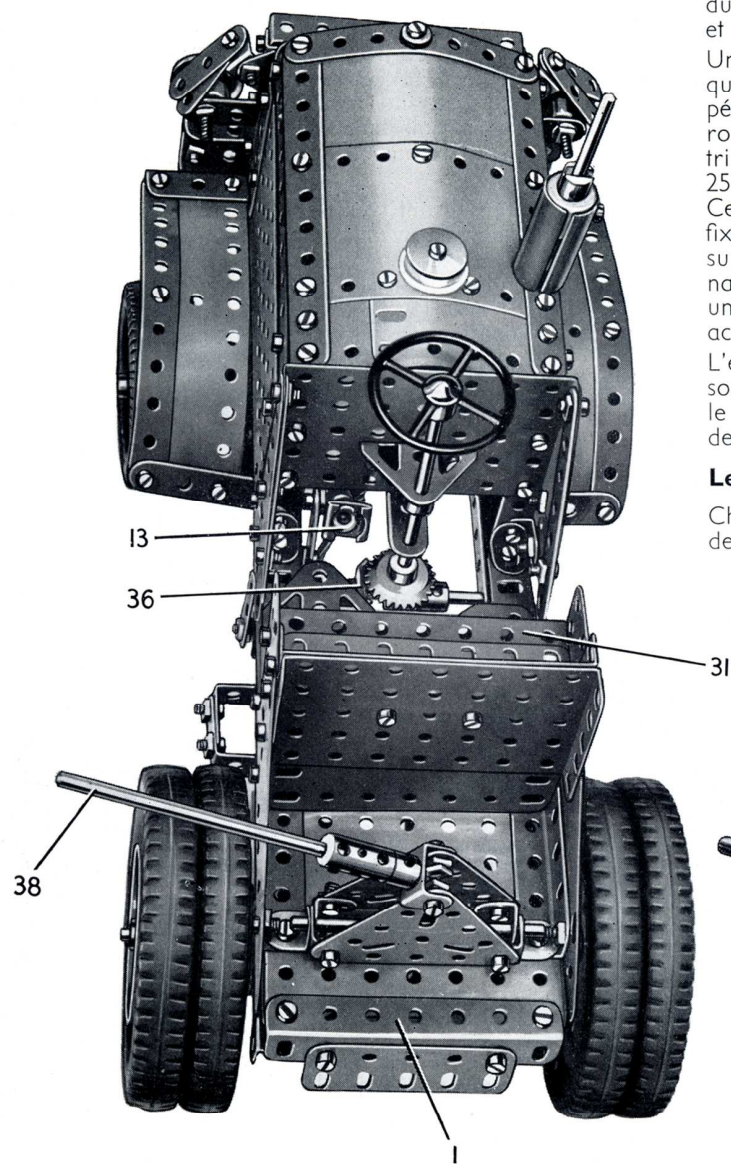
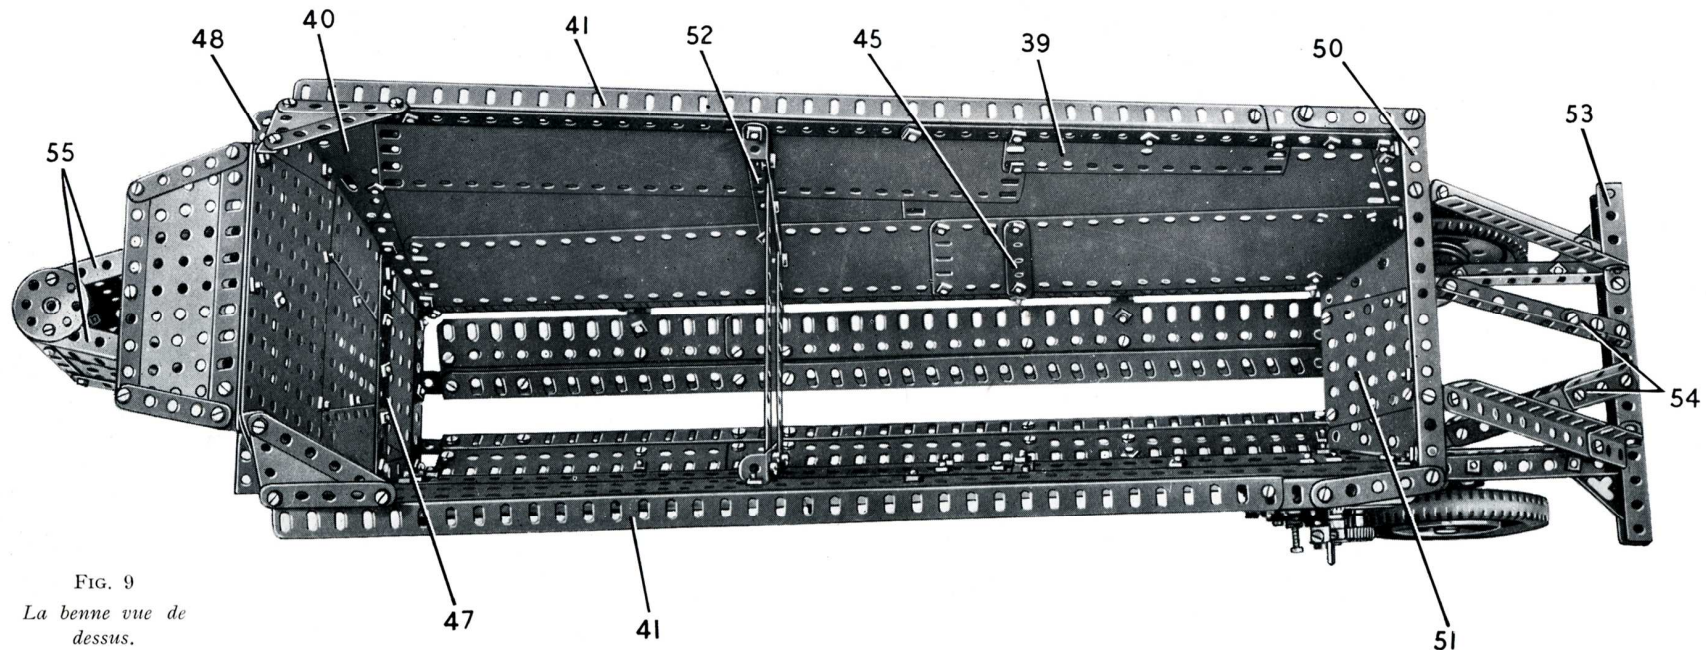

FIG. 6
FIG. 9
On débraye en appuyant sur une pédale (13) (fig. 6) formée par une bague d'arrêt à glissière fixée sur une tringle de 10 cm. Une bague d'arrêt est fixée sur cette tringle immédiatement en-dessous de la bague d'arrêt à glissière, et une bande de 3 trous (14) (fig. 2) pivote sur un boulon vissé dans la bague d'arrêt. L'extrémité inférieure de la bande (14) est fixée sur le châssis à l'aide de contre-écrous. Un raccord de tringle et bande monté à l'extrémité inférieure de la tringle de 10 cm. est fixé à l'aide de contre-écrous sur un bras d'un levier d'angle fixé sur une tringle de 7,5 cm. qui passe dans les longerons du châssis et qui est tenue en place par une bague d'arrêt. Un second levier d'angle (15) est fixé sur la tringle de 7,5 cm., et une cheville filetée fixée sur l'un de ses bras vient se loger dans la gorge de l'accouplement jumelé à douille (12).
Le dessus du capot est recouvert par deux plaques flexibles de 9×6 cm. et deux de 6×4 cm. bordées par des bandes (fig. 6). Les plaques sont légèrement cintrées et l'ensemble est fixé sur les côtés du capot par des équerres à 135° . Une roue à boudin de 19 mm. surmontée d'un disque de 19 mm. est fixée sur le dessus par un boulon de 19 mm. L'ensemble capot-radiateur, est fixé sur les longerons du châssis par des équerres. Le tuyau
Le siège du conducteur est formé par deux plaques à rebords de 9×6 cm. placées dos à dos et prolongées par une plaque flexible de 9×6 cm. (fig. 6). Une plaque sans rebords de 75×38 mm. et une plaque flexible triangulaire de 9×6 cm. sont boulonnées sur chacun des côtés comme le montre la fig. 2, et ces pièces sont fixées sur les cornières de 7 trous boulonnées sur le châssis. Une cornière de 7 trous (31) (fig. 6) est réunie aux plaques sans rebords par des équerres, et une poutrelle plate de 7 trous placée derrière la cornière (31) est tenue par une cornière de 3 trous boulonnée sur les plaques à rebords.
et sont tenues en place par des bagues d'arrêt. Une autre tringle de 2,5 cm. est fixée dans l'un des accouplements (33) et elle porte un accouplement à cardan (34). Ce dernier est réuni par une tringle de 6 cm. au second accouplement à cardan fixé sur une tringle de 4 cm. tenue dans l'autre accouplement (33). La tringle de 4 cm. porte un autre accouplement (35). Le tube de direction est une tringle de 11,5 cm. qui passe dans une embase triangulaire coudée et dans une équerre de 25×25 mm. boulonnée sur l'arrière du capot (fig. 6). La tringle porte un pignon d'angle de 26 dents et son extrémité inférieure pénètre dans le trou central d'un accouplement monté sans être fixé sur une tringle de 9 cm. qui porte un autre pignon d'angle de 26 dents (36). La tringle porte également un bras de manivelle (37) (fig. 8), et elle est tenue dans les longerons du
Le système d'attelage (Fig. 6)
Construction de la benne : la carrosserie (Fig. 9 et 10)
Chacun des côtés de la benne est formé par trois plaques-bandes de 25 trous, 2 de 19 trous, une plaque flexible de 14×4 cm. (39) (fig. 9) et une plaque flexible triangulaire de 9×5 cm. (40). Ces plaques sont boulonnées comme le montrent les fig. 9 et 10, et elles sont bordées en haut par une poutrelle (41) faite d'une cornière de 37 trous et d'une de 6 trous. Une poutrelle (42), faite d'une cornière de 11 trous et d'une de 4 trous est boulonnée sur le bord avant de chaque côté et elle est réunie à une cornière de 49 trous (43) par une équerre à 135°. Chaque côté est renforcé par deux bandes de 11 trous (44), une bande de 6 trous (45) et une bande (46) faite d'une bande de 11 trous et d'une de 6 trous, et les extrémités inférieures de ces bandes sont boulonnées sur la cornière (43).
La structure du système d'attelage de la benne est constituée par deux plaques sans rebords de 11,5×6 cm. bordées par deux cornières de 9 trous (55). La paire supérieure de cornières (55) est boulonnée sur la cornière (48) et la paire inférieure sur une cornière de 7 trous (56) ; cette dernière est réunie au-devant de la carrosserie par deux équerres renversées de 12 mm., dont chacune est tenue écartée de la carrosserie par deux rondelles. Une bande coudée de 90×12 mm. est boulonnée sur la partie disponible des équerres renversées de 12 mm., et une bande de 5 trous est fixée sur chaque rebord de cette bande coudée. Les extrémités avant des cornières (55) sont réunies par une plaque cintrée en U et deux roues barillet, comme le montrent les figures 9 et 10. La tringle (38) (fig. 6) du tracteur passe au travers des roues barillet de façon à former l'attelage entre le tracteur et la benne.
Le fond ouvrant et son mécanisme (Fig. 9, 10 et 11)
de 37 trous, disposées comme le montrent les figures 9 et 10. Deux équerres de 26×12 mm. sont boulonnées sur chaque porte, et un boulon qui porte un écrou passe ensuite dans chaque équerre. Deux bagues d'arrêt (57) sont bloquées sur les boulons et reçoivent une tringle de 29 cm. Ces tringles passent dans des supports de rampe fixés sur les cornières (43). Une bande de 5 trous (58) est boulonnée sur chaque porte.